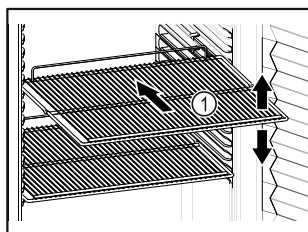

Fig. 40 Exempel
- ☐ Om gallren Fig. 40 (1) kan flyttas om ska de anpassas på höjden.